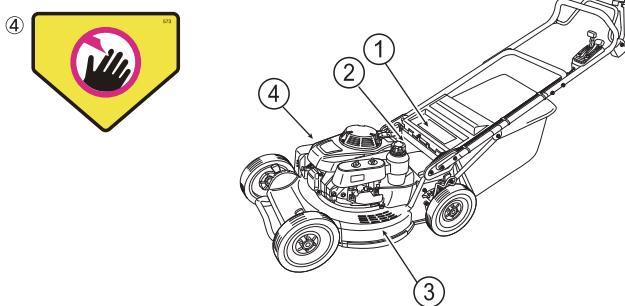

Fig. 1
- Les étiquettes de sécurité sont fixées sur la tondeuse à gazon ainsi qu'illustré dans la figure 1.